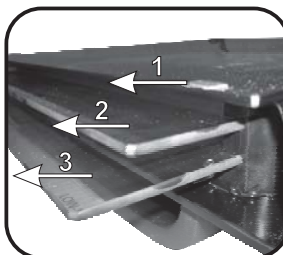

Figura 6
- * Per i forni pirolitici, rimuovere anche il secondo e il terzo vetro. (Figura 6)